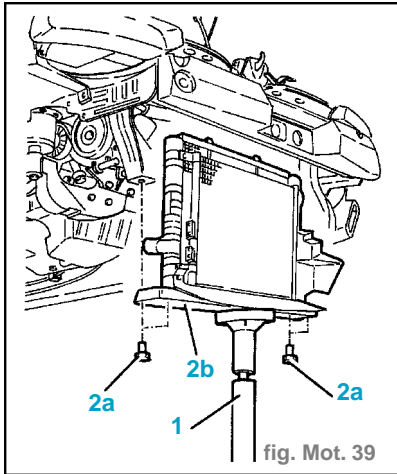

fig. Mot. 39
- Placer un vérin hydraulique (1) sous la traverse inférieure du radiateur. (fig. Mot. 39)